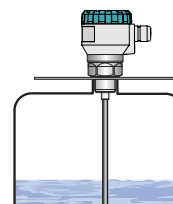

Рис. 7: Установка уровнемера в неметаллическом баке
- Для установки уровнемера в неметаллическом баке необходимо в месте подключения в процесс вставить металлическую пластину диаметром более 200 мм – см. рис. 7. Металлическая пластина должна быть в контакте с ограничителем рез-бы уровнемера.